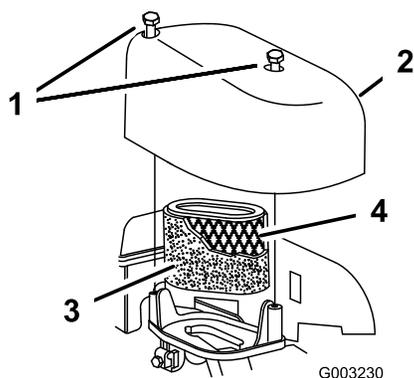

Figure 34
2. Retirez les vis de fixation du couvercle du filtre à air (Figure 34).
4. Retirez le préfiltre en mousse (Figure 34).
5. Enlevez et jetez l'élément filtrant en papier (Figure 34).